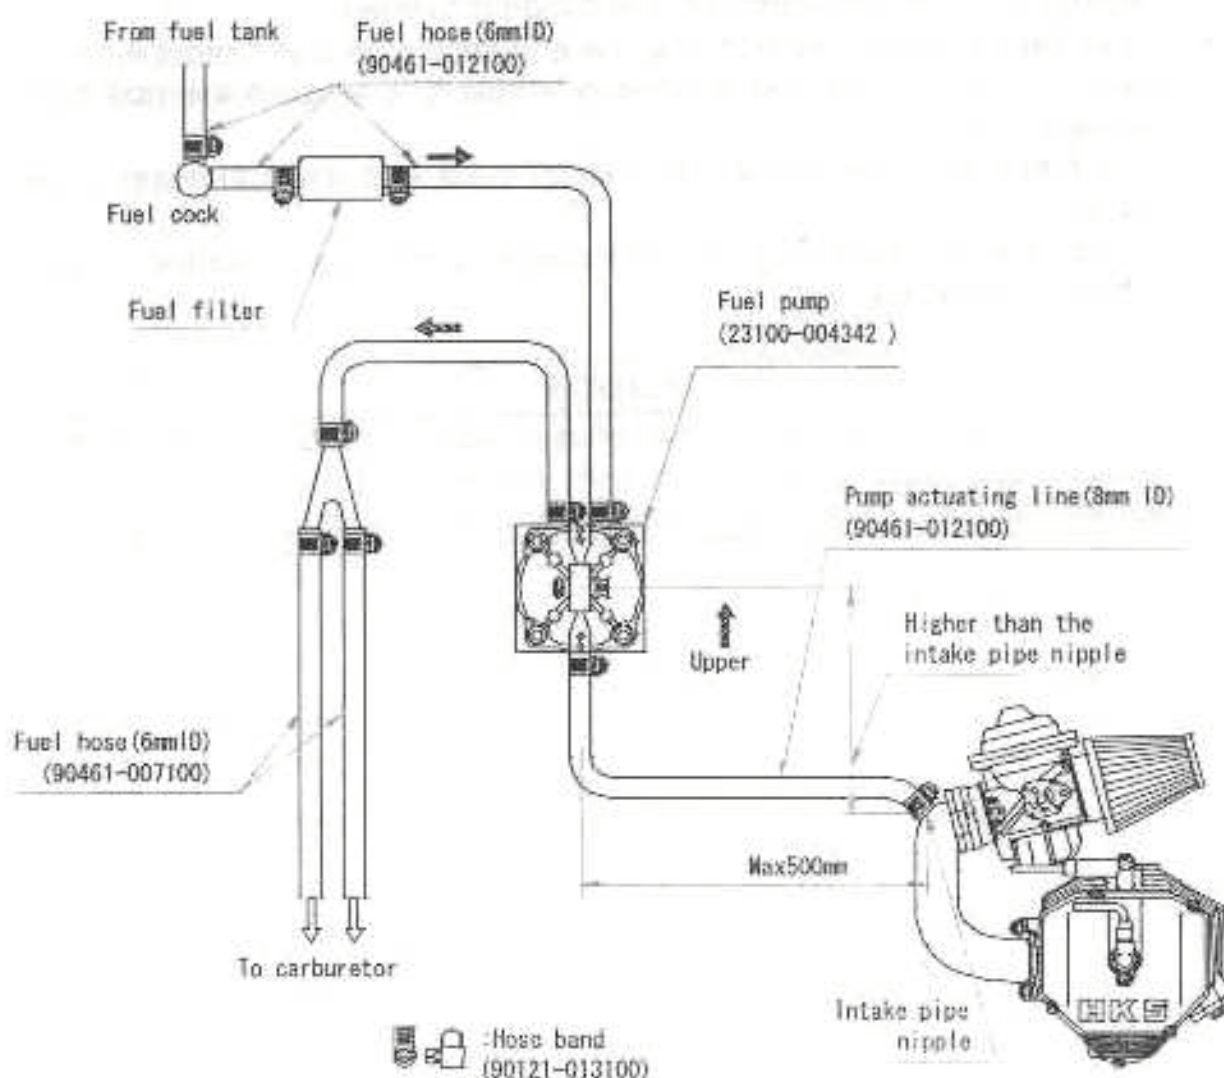

Fig.5 Schéma système d'alimentation en essence
Le combustible est fourni aux deux carburateurs par la pompe à essence. L'impulsion de pression du connecteur de droite active la pompe pneumatique. "A" dans la figure. 5 montre la ligne d'activation (impulsion) servant dans un tel but.
On est prié de prêter la plus grande attention aux indications ci-dessous en ce qui concerne l'installation de la pompe à essence (référence figure 5).
Consulter la figure 5 pour procéder à des raccords corrects du système d'alimentation en essence.
- Placer un filtre à essence entre la soupape shut-off et la pompe à essence (voir figure 5).